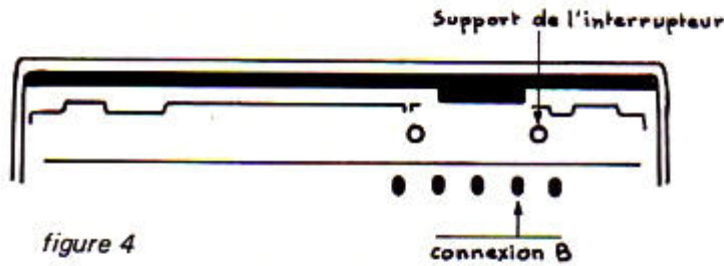

figure 4
- deuxième connexion : on est cette fois obligé d'aller chercher le branchement sur les cosses situées tout en haut de la calculatrice, sous l'interrupteur marche/arrêt (qu'il faut soulever d'abord). Connecter le 2e fil sur la seconde cosse en partant de la droite (Figure 4).